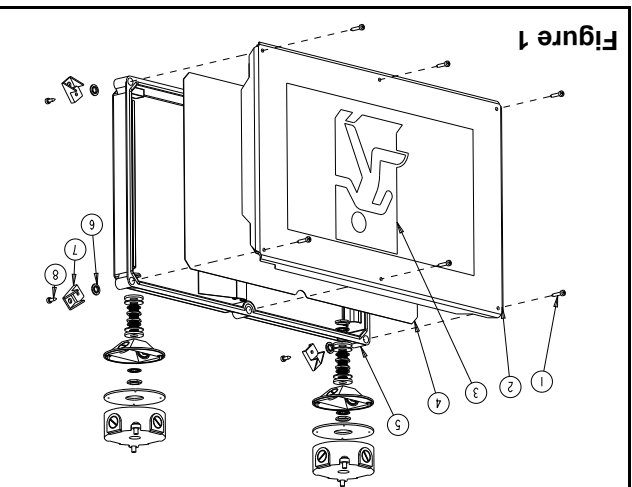

Figure 1
- Installer les quatre supports de montage(7) au boîtier (voir fig.1). Utilisez les rondelles en plastique(6) entre le cadre et le support et serrer le tout à l'aide de vis 10-32 x 3/8 po